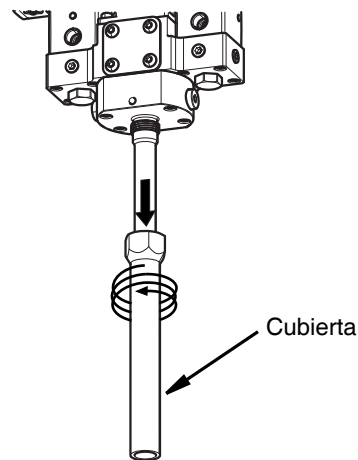

FIG. 20
4. Retire la cubierta de la válvula de mezcla dinámica Voltex. Ver FIG. 20.